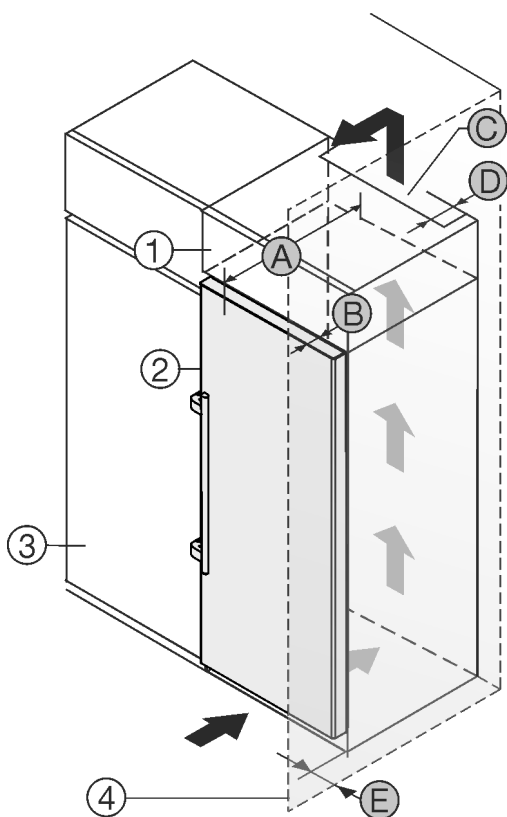

Fig. 24
Перед встановленням пристрою можна змінити його конструкцію відповідно до кухонної шафи. Щоб привести висоту пристрою Fig. 24 (2) у відповідність із розмірами кухонної ніші, можна встановити на нього спеціальну шафу Fig. 24 (1).
Пристрій можна встановлювати безпосередньо поряд із кухонною шафою Fig. 24 (3). Щоб мати можливість повністю відкривати дверцята, потрібно, щоб пристрій стояв на відстані глибина Fig. 24 (B) відносно передньої панелі кухонної шафи. Залежно від глибини кухонної шафи та використання пристінних розпірок пристрій може ще більше видаватися вперед.
- Глибина Fig. 24 (D) вільного простору вздовж усієї задньої сторони шафи повинна бути.
- Слід дотримуватись вентиляційного отвору Fig. 24 (C) в стелі приміщення.
Якщо пристрій з шарнірами встановлюється поряд зі стінкою Fig. 24 (4), слід дотримуватись відстані Fig. 24 (E) між пристроєм та стінкою. Це відповідає необхідній відстані для ручки після відкриття дверцят.